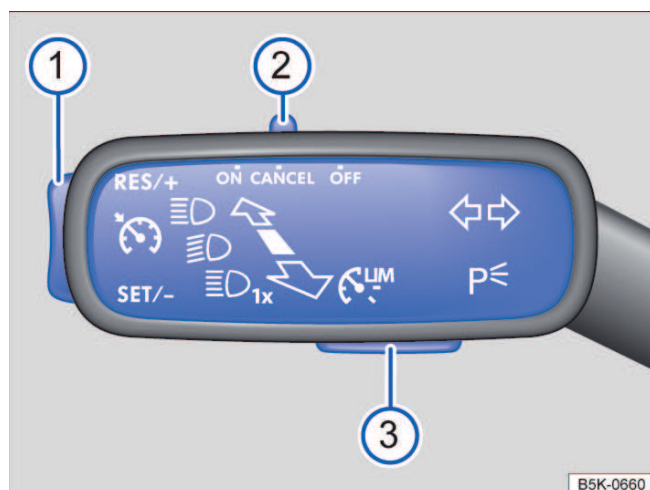

Fig. 99 À esquerda na coluna de direção: alavanca com interruptor e botões de comando do GRA.
- Colocar o interruptor → Fig. 99 ② para a posição **ON** ou pressionar o botão ③.
A velocidade salva pode ser ajustada através do botão → Fig. 99 ① enquanto o GRA está regulando:
Para alterar continuamente a velocidade salva, manter o botão → Fig. 99 ① pressionado. O veículo ajusta a velocidade atual, acelerando ou desacelerando. O veículo não freia de modo ativo. ▶
- Colocar o interruptor → Fig. 99 ② para a posição **CANCEL** ou pisar no pedal do freio.
- Pressionar o botão → Fig. 99 ① na área **RES/+**.
- Colocar o interruptor → Fig. 99 ② para a posição **OFF**.